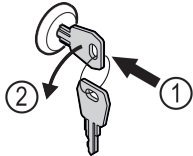

Fig. 123
- ▶ Įspauskite raktą. Fig. 123 (1)
- ▶ Pasukite raktą 90° prieš laikrodžio rodyklę. Fig. 123 (2)